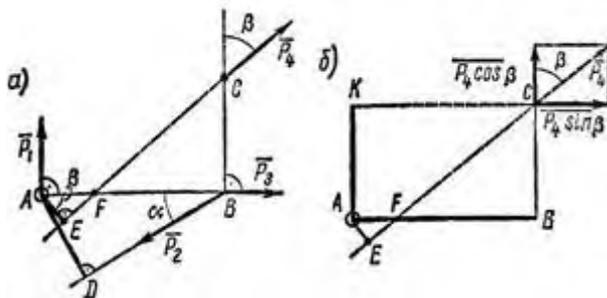

Рисунок 8
3. Определить моменты относительно точки А сил $P_1 = 40 \text{ Н}$; $P_2 = 60 \text{ Н}$; $P_3 = 030 \text{ Н}$ и $P_4 = 50 \text{ Н}$, приложенных в точках А, В и С, как показано на рис. 8, а. Углы $a = 30^\circ$, $b = 50^\circ$, $AB = 2,5 \text{ м}$; $BC = 1,5 \text{ м}$.